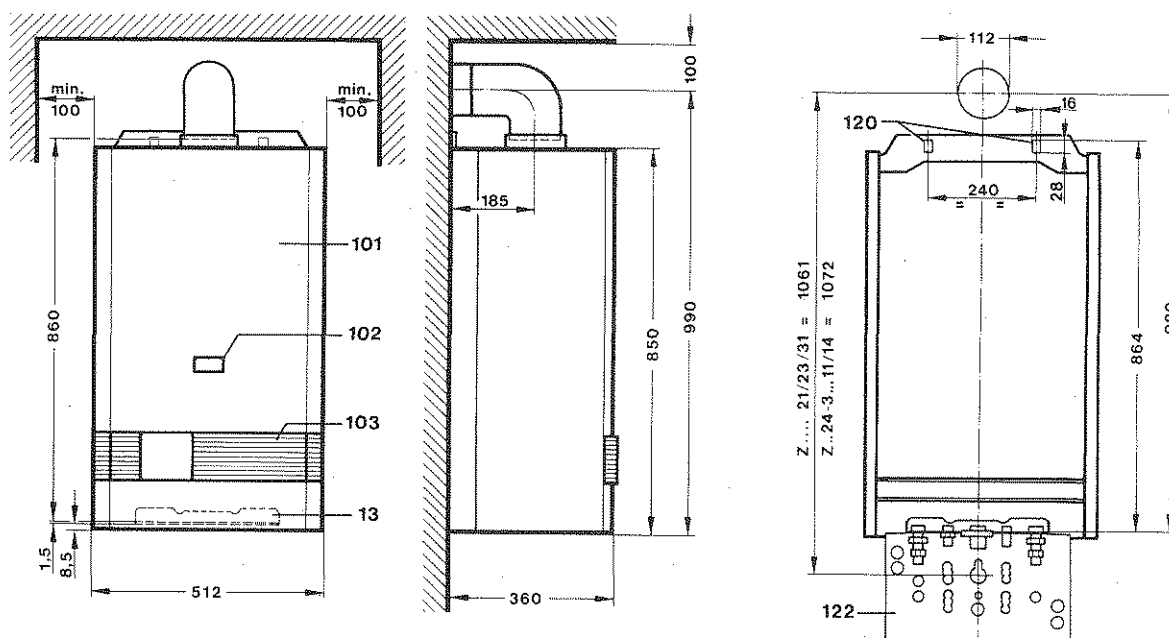

Fig. 9
Er nødvendig for at kunne udføre alle rørforbindelser inden kedlen monteres. Dette gælder både ved synlig og skjult rørinstallation. Med monteringskabelonen (122) fig. 9, bestillingsnr. 8 719 918 020 angives alle rørforbindelser for skjult rørinstallation. Ved kedler til F-gas anvendes boring G 12 mm. Monteringskabelonen fjernes før installation af tilbehør og tilslutningsplade. Pakninger er fastgjort nederst på kedlen. Fastgørings-skruer (6 x 50 mm) med tilbehør ligger i pakken sammen med tilslutningspladen.
Skruer med tilbehør ligger pakket sammen med kedlen. Placeringen af fastgørelsesskruer fremgår af fig. 9.